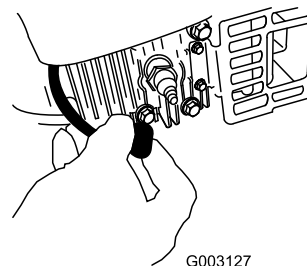

Figura 26
2. Desconecte el cable de la bujía (Figura 26).